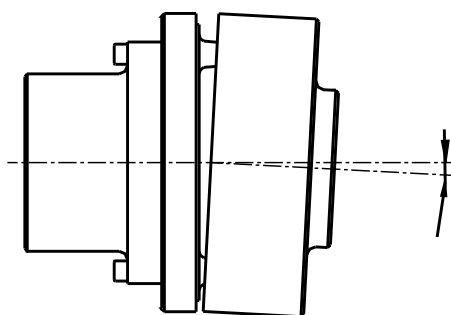

Figure 5: Désalignement angulaire
- Soient parallèles (voir Figure 5: Désalignement angulaire)